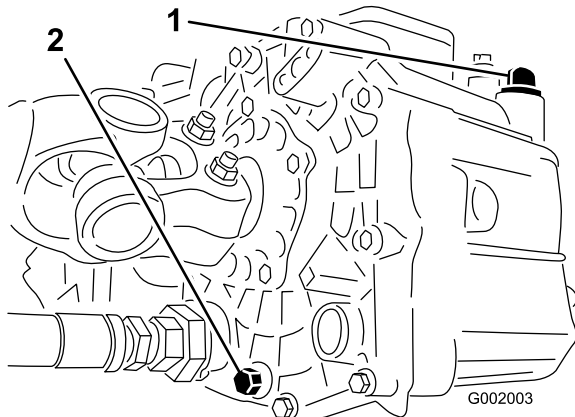

図 65
- 油圧オイル・タンクの側面にあるドレン・バルブをゆるめ、流れ出すオイルを容器に受ける(図 65)。